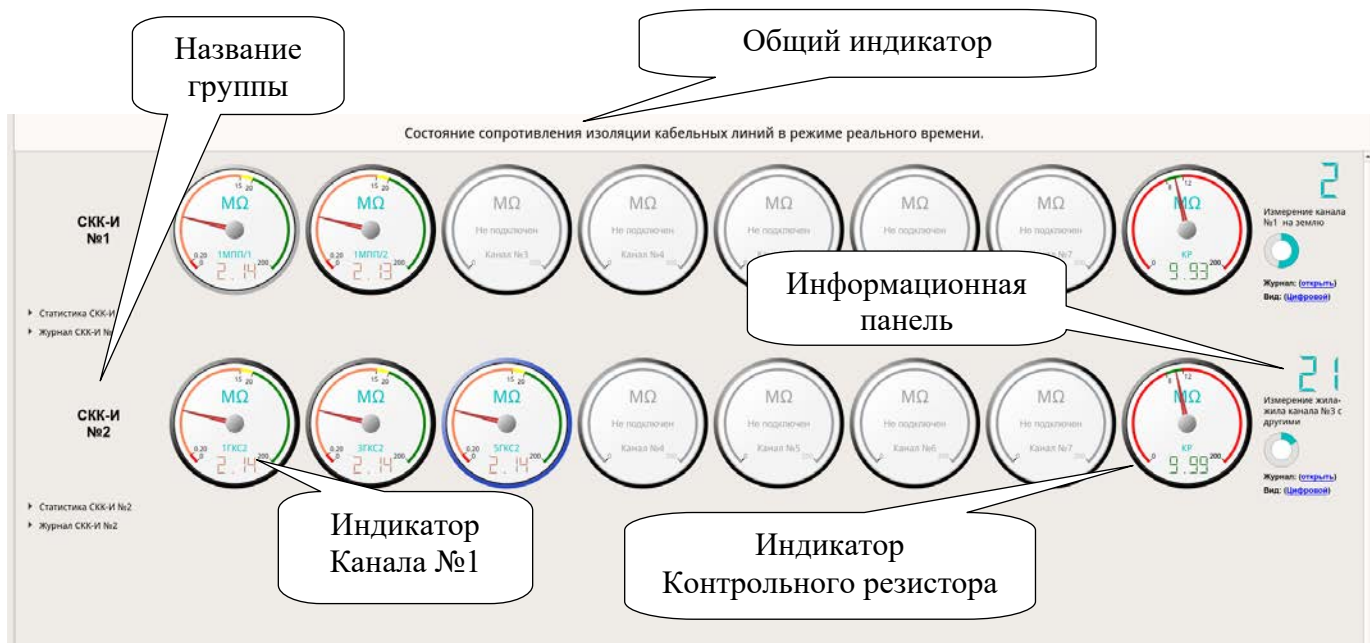

Рисунок 9 – Содержимое вкладки «4. Сопротивление изоляции кабеля».
На вкладке «4. Сопротивление изоляции кабеля» можно получить данные о состоянии изоляции кабельных линий приёмных и питающих концов рельсовых цепей. Содержимое вкладки представляет собой группу индикаторов, отображающих значения сопротивлений изоляции, измеренных системой контроля изоляции кабельных линий (СКК-И) (Рисунок 9).
- переключатель вида отображения информации на индикаторах – позволяет изменять внешний вид индикаторов при помощи щелчка левой кнопкой мыши по соответствующей надписи. Может быть либо аналоговый (Рисунок 9) либо цифровой (Рисунок 12). У цифрового вида есть возможность просмотра в эксперт-режиме, путем щелчка левой кнопкой мыши по названию группы индикаторов с одновременно нажатой кнопкой «Ctrl». Закрытие осуществляется путем щелчка левой кнопкой мыши